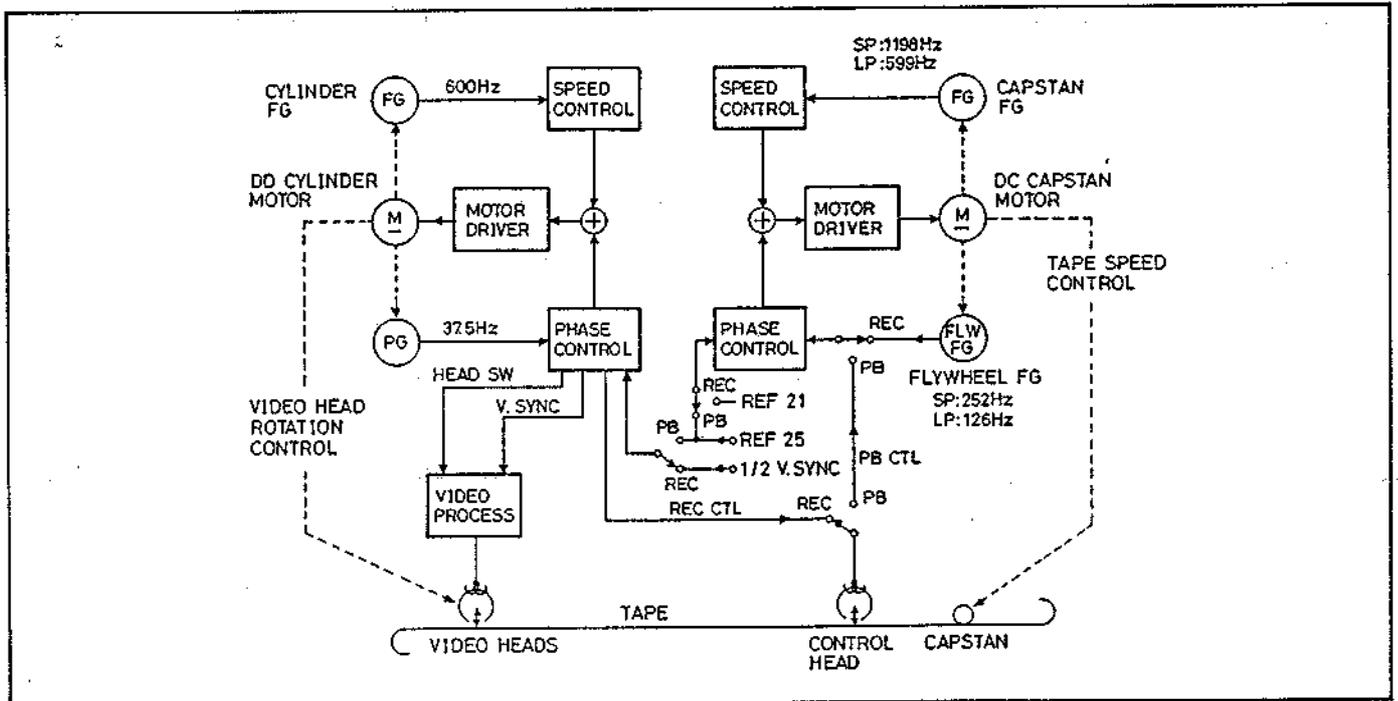

Abb. 4-1 Servo-System
1. Beschreibung (Abb. 4-1)
In der Abb. 4-1 ist das Servo-System dargestellt. Während der Aufnahme steuert das Servo-System den Videorekorder, um das VHS-Spurformat zu erhalten. Dabei wird die Bandgeschwindigkeit genau auf 23,39 mm/s gehalten, so daß die Videospurteilung 49 µm beträgt. Die Videoköpfe drehen genau mit einer Drehzahl von 2.250 1/min., so daß die Länge der Videospur mit 97,4 mm festgelegt ist. Die Rotation der Videoköpfe ist mit dem Vertikal-Synchronsignal des einkommenden Videosignals synchronisiert, so daß die Videospur bei 6.5H plus Alpha (Überlappungsperiode) vor dem Vertikal-Synchronsignal beginnt. Während der Wiedergabe wird genau die gleiche